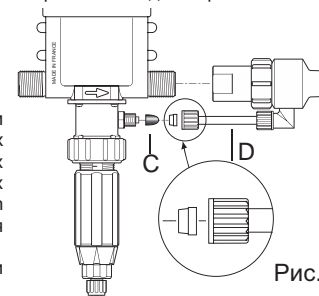

Рис. 2
**МОДЕЛИ С НАРУЖНЫМ ИНЖЕКТОРОМ (IE)**
Что касается моделей с наружным инжектором (IE), позволяющих работу при наличии некоторых концентрированных коррозионных продуктов, дозатор Dosatron поставляется с трубкой для наружного впрыскивания (Рис. 2-D). Будьте осторожны при завинчивании элементов !
**ВНИМАНИЕ ! Поместите сетчатый фильтр на расстоянии приблизительно 10 см [4"] от дна резервуара с раствором для предотвращения всасывания нерастворимых частиц, которые могут повредить корпус дозатора (Рис. 2).**